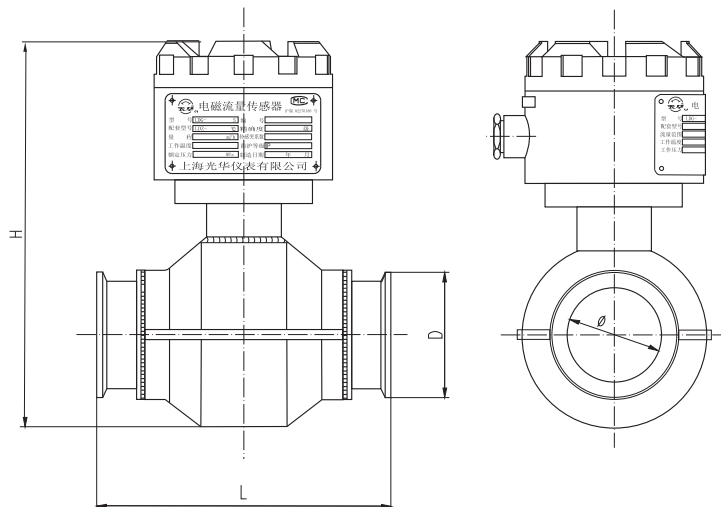

图3 LDG-25~100W 卫生型电磁流量传感器外形与安装尺寸
1.2 LDG-25~100W 卫生型电磁流量传感器的外形、安装尺寸见图3。